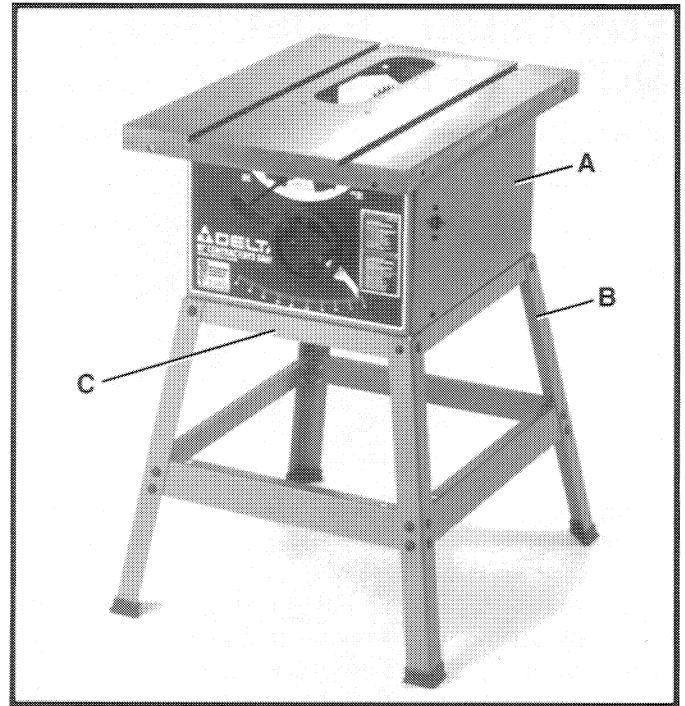

Fig. 9
Coloque la sierra (A) Fig. 9 sobre el estante (B) con el frente de la sierra apuntando en la misma dirección que uno de los soportes superiores de 17 pulg. de largo (C). Alinee los cuatro hoyos en el fondo del gabinete de la sierra con los cuatro hoyos en la parte superior del estante, y afiance la sierra al estante con cuatro pernos de carrocería de 5/8 pulg. de largo, arandelas planas con diám. int. de 5/16 pulg. y tuercas hexagonales de 5/16-18.